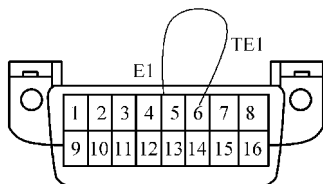

图 5-85 跨接丰田 16 针诊断端子
4) 将点火开关置于 ON 位置，但不起动发动机。如图 5-85 所示，用跨接线跨接故障诊断座的 TE1 和 E1 端子。
- 1) 关闭点火开关，用跨接线跨接故障诊断座的 TE1 和 E1 端子，如图 5-85 所示。